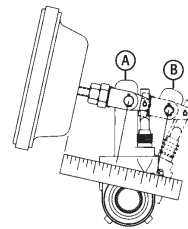

Figura 1 – Medición de La Carrera Máxima
3. Usando una regla, mida la distancia entre la cara de la cámara de aire al centro del pasador grande en la abrazadera (A) (vea la figura 1). Aplique los frenos con 85 psi y permita que la cámara recorra su carrera máxima. Mida al centro del pasador grande (B). La diferencia entre (A) y (B) es el largo de carrera de la vara de empuje. Verifique los cuadros a continuación para ver el largo de carrera máxima apropiado después del ajuste de los frenos.
3. Después de permitir que se enfríe el tambor de frenos a la temperatura ambiente, verifique la carrera correcta de la cámara siguiendo el procedimiento (vea la figura 1). Debido a las diferentes condiciones de operación, las pruebas de la carrera de la cámara pueden ser necesarias en intervalos más seguidos. Consulte los cuadros en el panel anterior para ver la medición de carrera recomendada.